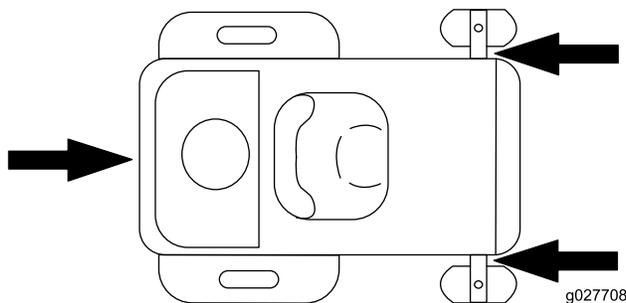

Figure 26
- Arrimez la machine près des roues pivotantes avant et du pare-chocs arrière (Figure 26).